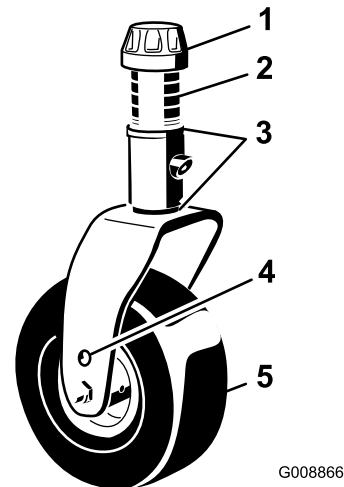
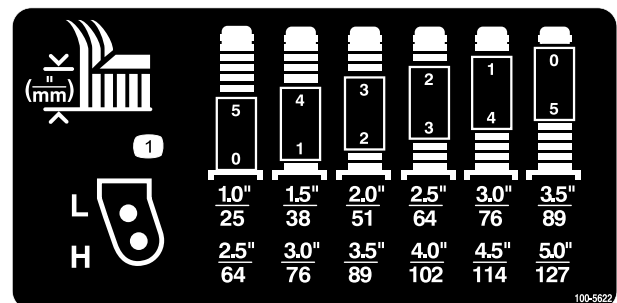

Bild 6
Bild 7
2. Stecken Sie die Laufradachsen in beiden Laufradgabeln in die gleichen Löcher. Ermitteln Sie die richtigen Löcher für die Einstellung mit Bild 6 und Bild 7.
- Entfernen Sie die Spannkappe von der Spindelwelle (Bild 6) und ziehen die Spindel aus dem Laufradarm heraus. Ziehen Sie zwei Beilagscheiben so auf die Spindelwelle, wie sie ursprünglich montiert waren. Diese Beilagscheiben sind erforderlich, um alle Mähwerke über die Breite auf ein Niveau zu bringen. Ziehen Sie die erforderliche Anzahl von 13 mm Distanzstücken (siehe die nachstehende Tabelle) auf die Spindelwelle, um die gewünschte Schnitthöhe herbeizuführen; ziehen Sie dann die Scheibe auf die Welle auf.
Ermitteln Sie die Kombination der Distanzstücke für die Einstellung mit Bild 7.